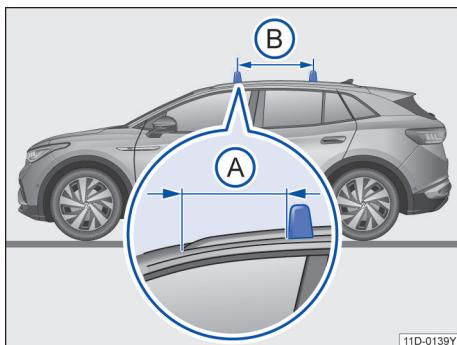

图 119 配备车顶行李架基架的汽车：行李架杆的固定点
行李架杆安装在车顶行李架基架上。同时前行李架杆与前车顶行李架脚→图 119(A)之间的距离为 16 cm。行李架杆的相互距离(B)应大约为 70~75 cm。
- 行李架杆只能安装在平行箭头→图 119(B)之间。